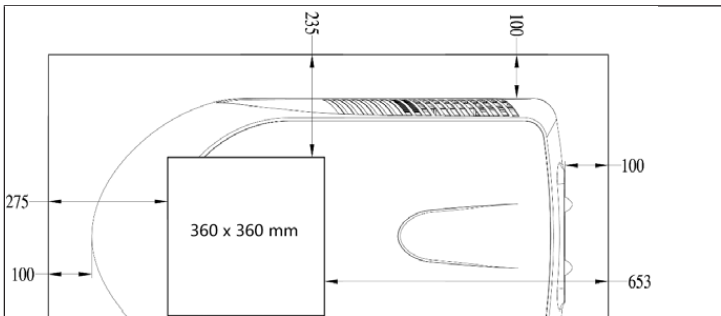

Figure 7
- La distance minimale pour la position de l'unité extérieure est illustrée à la figure 7, voir la mesure comparative de la position des trous.